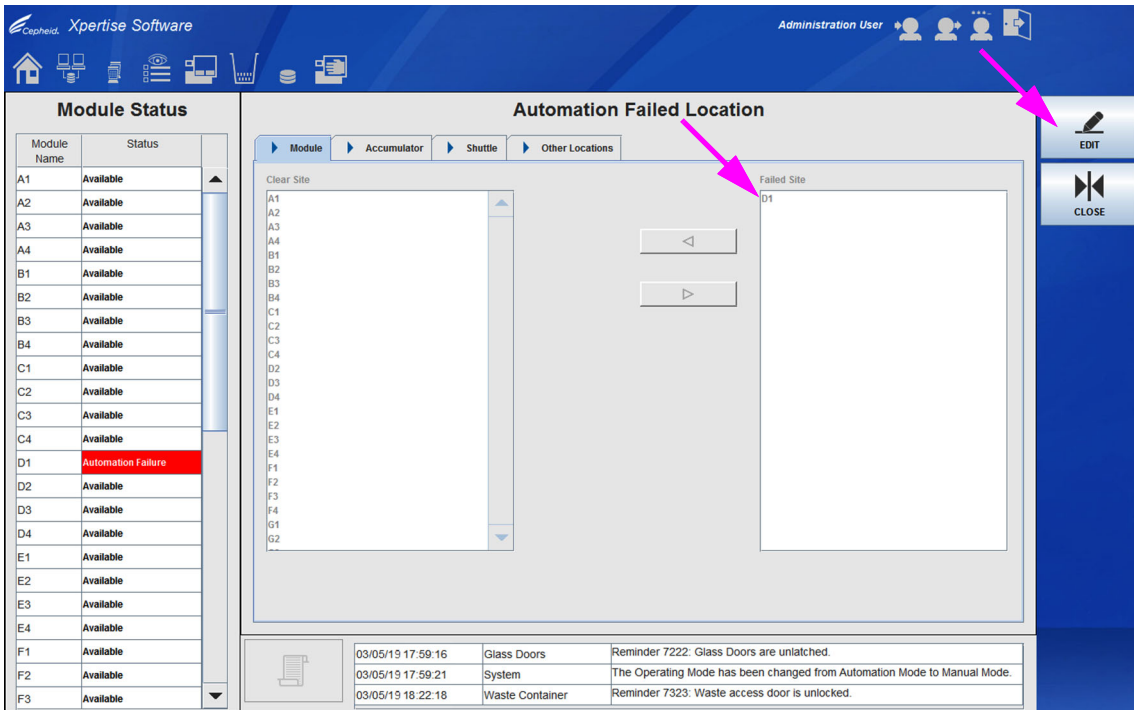

図 9-94. 自動化の故障場所ワークスペース、モジュールの故障サイト D1 を表示
3. 自動化の故障場所（Automation Failed Location）ワークスペースで、**モジュール（Module）** タブを選択します（図 9-94 を参照）。モジュール（Module）タブには、**クリアサイト（Clear Site）** パネルと**故障したサイト（Failed Site）** パネルが表示され、その間に左右の方向矢印が表示されます。
4. 自動化の故障場所（Automation Failed Location）ワークスペース（図 9-94 を参照）で、**編集（EDIT）** ボタンを選択してワークスペースに変更を加えます。